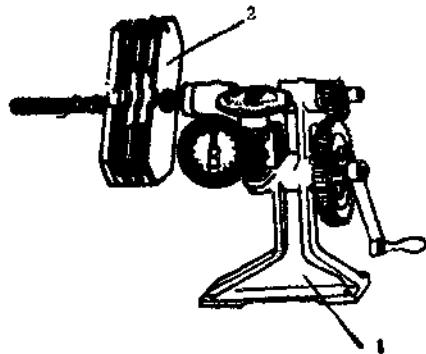

图1-11 手摇绕线机
5. 手摇绕线机 手摇绕线机能绕制采用圆铜（铝）线绕制的线圈。低压电器、小变压器和小型电机的线圈尺寸不大，导线较细，可以在手摇绕线机上直接绕制。手摇绕线机上一般都附有计数器，自动记录绕制匝数。手摇绕线机的外形如图1-11所示。